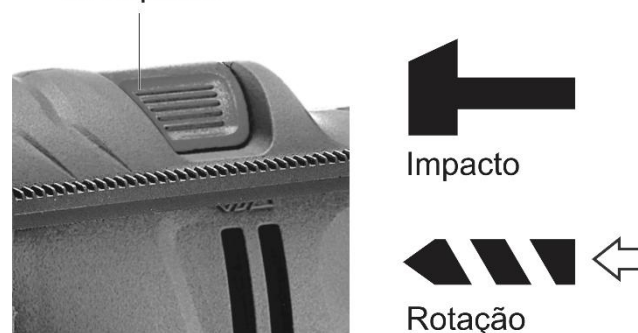

Fig. 14 – Botão de seleção de impacto
- 1) Selecione a opção de rotação da furadeira (Fig.14, item 4.2.6)
- 1) Selecione a opção de rotação da furadeira (Fig.14, item 4.2.5)